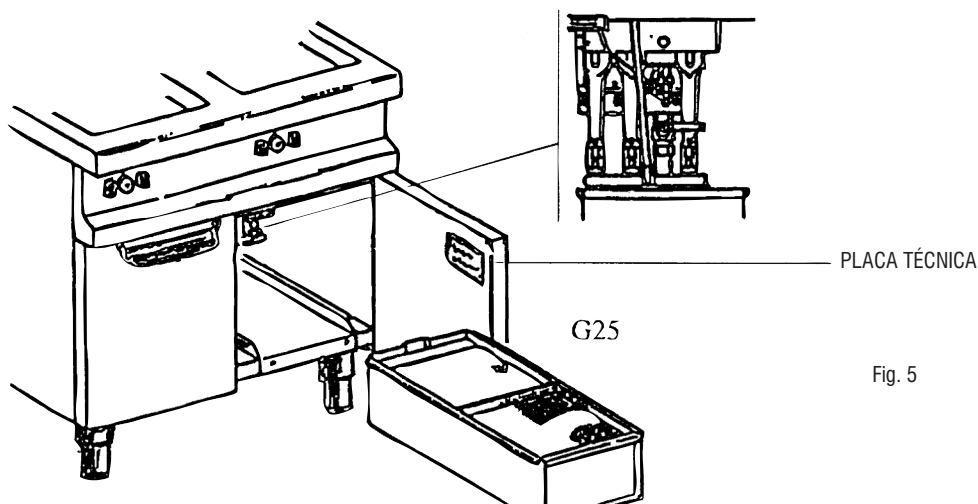

Fig. 5
La indicación se encuentra en la placa técnica que se ve en la parte interior superior derecha de la puerta (fig. 5).
- Recipientes de aceite a extraer del aparato (fig.5).